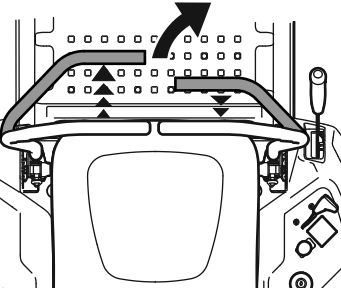

Figure 27
2. Pour tourner à droite, tirez la barre de conduite droite vers vous et poussez la barre de conduite gauche vers l'avant. Voir Figure 27.